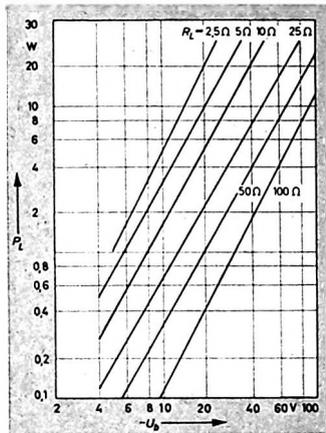

Bild 3. Übersichtsdiagramm zur Ermittlung des Lautsprecherwiderstandes R_L bei gegebener Speisespannung $-U_b$ und Sprechleistung P_L :
Da man den Lautsprecherwiderstand aber im allgemeinen nicht frei wählen kann, zeigt Bild 3 zur Orientierung den Zusammenhang zwischen Lautsprecherwiderstand R_L , Speisespannung U_b und Ausgangsleistung P_L entsprechend Gl. (2).